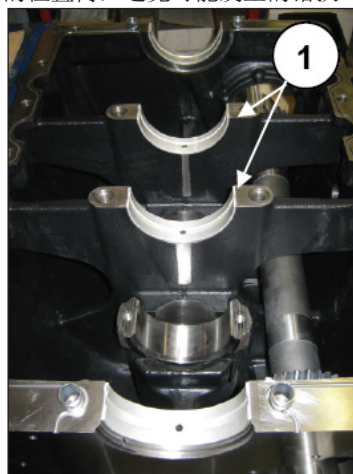
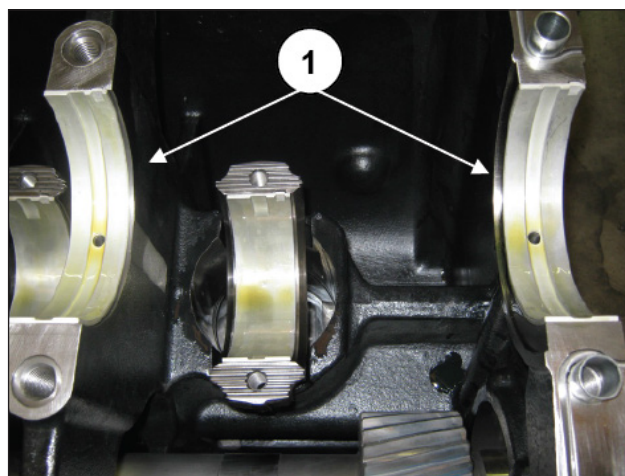

图 37
图 38
把主轴瓦（位置①图 37和图 38）保留在前曲轴箱盖各自的位置内，避免可能发生的错换。